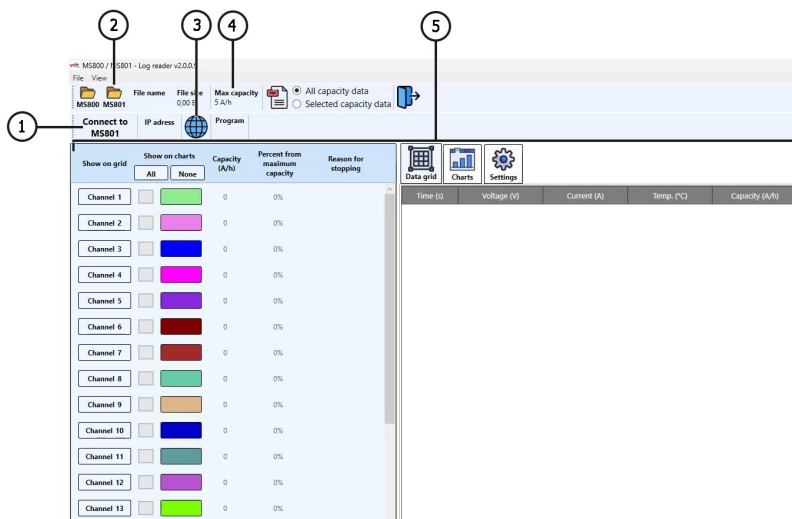

Figura 24
1. Inicie el programa **TesterLogReader**. La ventana del programa contiene los siguientes elementos (ver Figura 24):